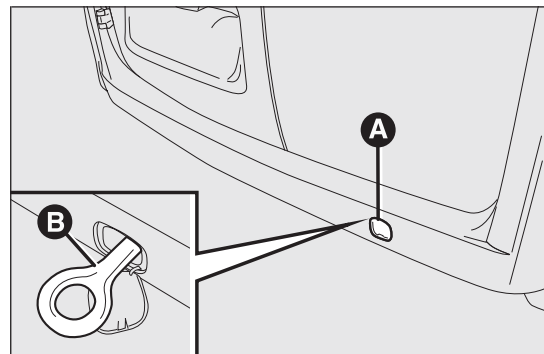
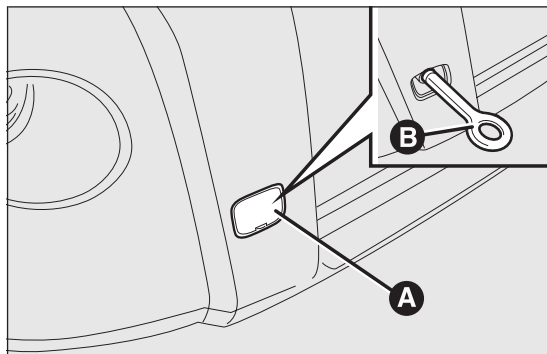

fig. 181
fig. 182
- sganciare il tappo A fig. 181 fig. 182;
- prelevare l'anello di traino B fig. 181 fig. 182 dalla borsa attrezzi;